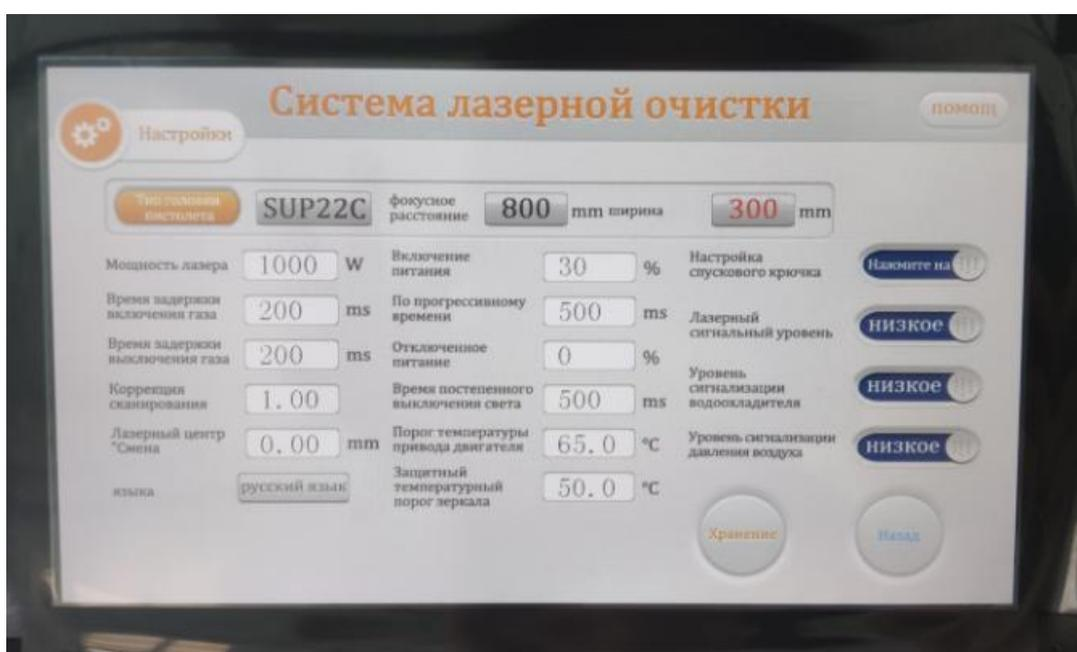

Рис.4-5 Интерфейс настройки
(2) Введите пароль 123456, чтобы войти в интерфейс настроек, как показано на рис. 4-5, который, как правило, не требует изменения пользователем.